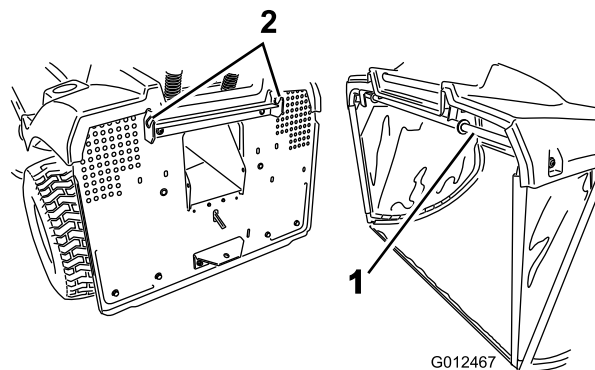

Bild 36
1. Hängen Sie die obere Stützleiste in die zwei Kerben in der Stützhalterung am Heck der Maschine ein (Bild 36).